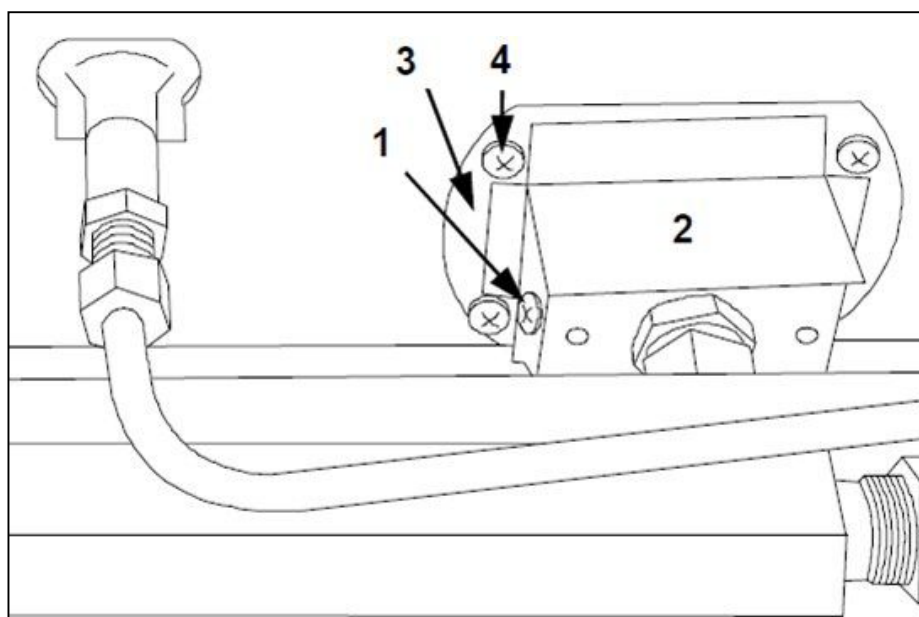

FIG.16
- Enlever le registre air brûleur (FIG.16-réf.2) en dévissant la vis (FIG.16-réf.1) et en l'enlevant latéralement;
- Devisser les 4 vis (FIG.16-réf.4) et enlever le brûleur (FIG.16-réf.3) et le remplacer;